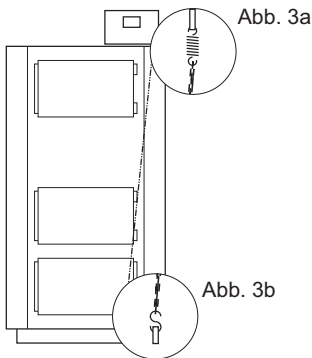
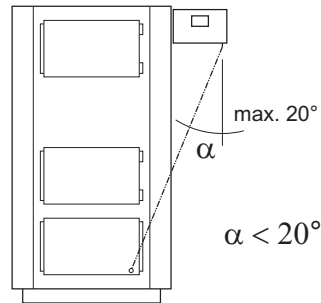

Abb. 3
Abb.4
2. Regler zusammen mit der Stütze an der oberen oder seitlichen Kesselwand montieren (Abb. 3 oder Abb. 4).
Achtung: Die maximale Hubkraft der Klappe beträgt 1 kg. Bei der Reglermontage seitlich des Kessels ist darauf zu achten, dass die Kette nicht mehr als 20° vom Lot weg geneigt ist (Abb. 4).